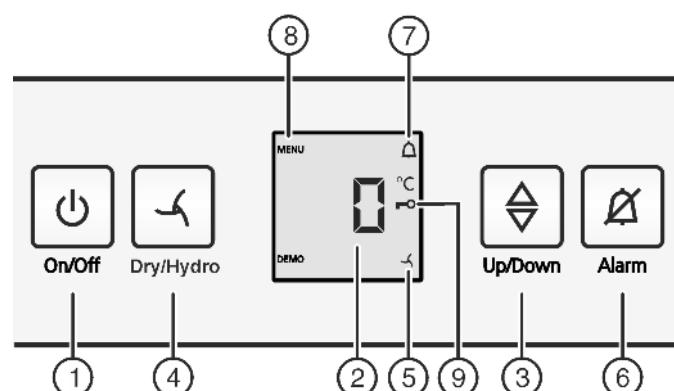

Fig. 2
- нажмите кнопку On/Off Fig. 2 (1).
- Активация режима настройки: удерживайте кнопку «Dry/Hydro» Fig. 2 (4) прибл. 6 секунд.
- Символ меню Fig. 2 (8) горит.
- Коротко нажмите кнопку Dry/Hydro Fig. 2 (4) для подтверждения.
- Для включения защиты от детей коротко нажмите кнопку Dry/Hydro Fig. 2 (4).
- Символ "Защита от детей" Fig. 2 (9) горит. На индикации мигает
- Для выключения защиты от детей коротко нажмите кнопку Dry/Hydro Fig. 2 (4).
- Символ защиты от детей Fig. 2 (9) гаснет. На индикации мигает
- Выход из режима настройки: Нажать кнопку "On/Off" Fig. 2 (1).
- Нажмите кнопку Alarm Fig. 2 (6).